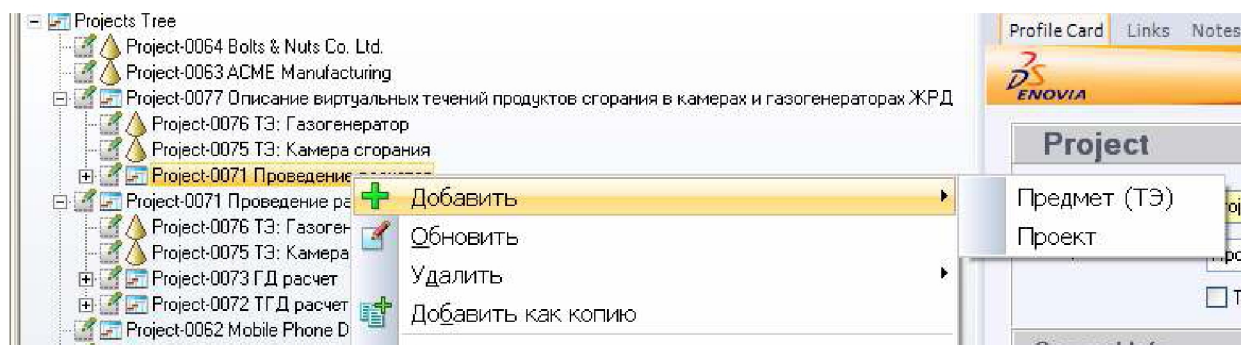

Рисунок 8 – Создание объекта «Ребенка» к объекту класса проект - «Проведение расчетов»
2. «Документы (Documents)». Данный объект может иметь следующих «детей» (рисунок 8):